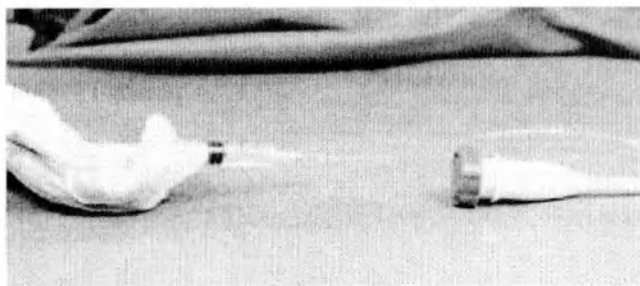

Рисунок 9
4. Перед подсоединением катетера блоку управления интерфейсом заполните внутренний просвет катетера контрастным веществом с помощью шприца с резьбой через порт для промывки катетера (рисунок 9).